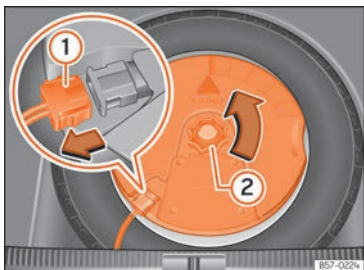

Abb. 280 Im Gepäckraum: Subwoofer ausbauen.
- Klemmen Sie das Subwoofer-Lautsprecher-Kabel ab »» **Abb. 280 ①**.
- Drehen Sie das Befestigungshandrad entgegen dem Uhrzeigersinn heraus »» **Abb. 280 ②**.